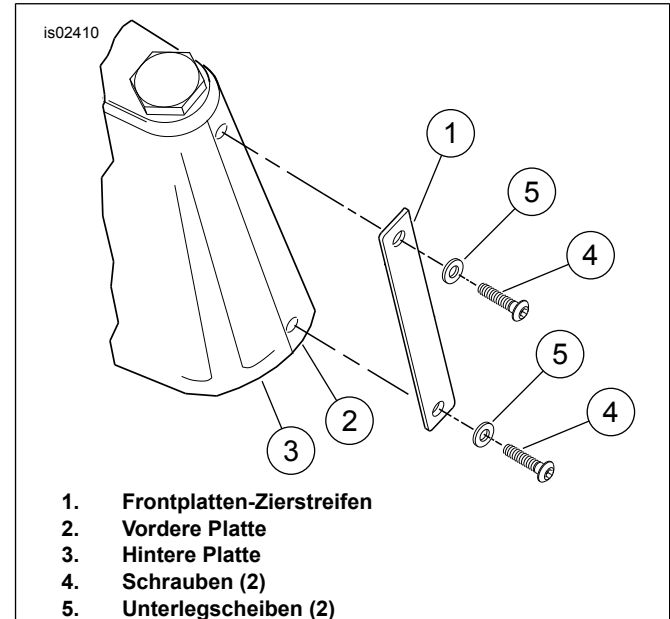

Abbildung 1. Ausbau des Frontplatten-Zierstreifens (Modelle ohne Überholleuchten)
1. Siehe Abbildung 1. Die beiden Schrauben (4) und Unterlegscheiben (5) entfernen, mit denen der Frontplatten-Zierstreifen (1) an der vorderen (2) und hinteren (3) Platte befestigt ist. Den Zierstreifen aufbewahren. Die beiden Schrauben und Unterlegscheiben können entsorgt werden.